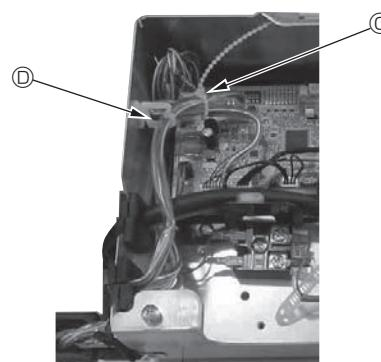

Fig. 10-14
- Plaats overtollige verbindingsbedrading van de i-See-sensor en signaalontvanger in de schakeldoos en in de bedradingsklem zoals aangegeven in de tekening en bind de bedrading samen met de clip. (Fig. 10-14)